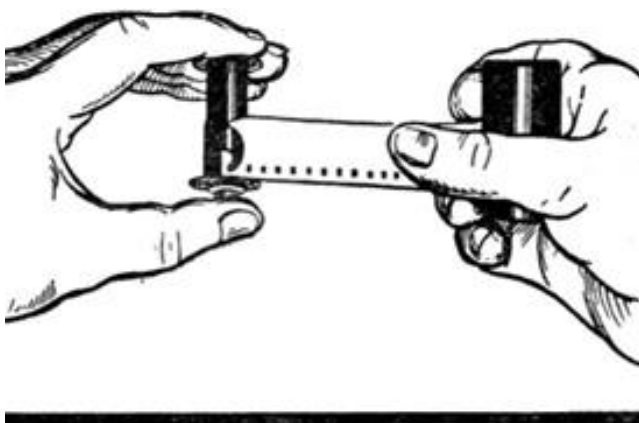

Рис. 9
2. Вытащив из кассеты свободный конец пленки на длину не более 10 см, закрепите его на приемной катушке под пружиной (см. рис. 9) так, чтобы первое перфорированное отверстие пленки стало чуть дальше выступа пружины, и потяните пленку обратно – выступ пружины зайдет в отверстие и удержит пленку. Нижний край пленки установите под прямым углом к оси катушки, вплотную к фланцу.